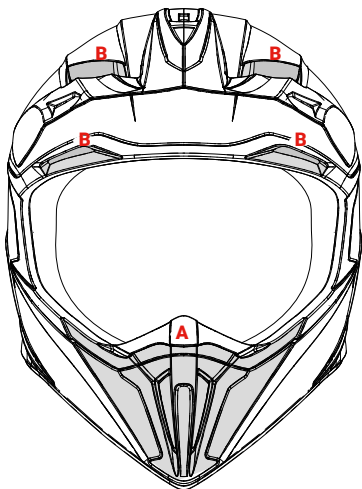

FIGURA 3
■ TOMA DE AIRE FRONTAL MENTONERA – A – Figura 3
■ TOMAS DE AIRE FRONTAL SUPERIOR – B – Figura 3